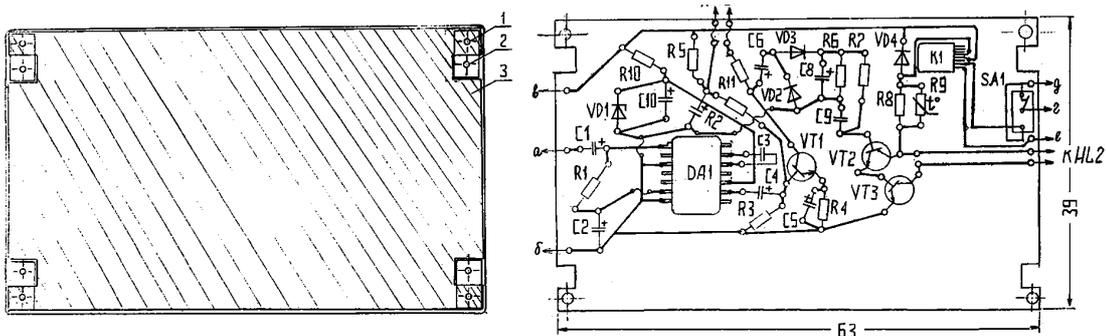

рис.2
**Конструкция.** В соответствии с рис.2 изготавливают печатную плату из одностороннего фольгированного гетинакса. Связь приставки с диктофоном осуществляется проводом МГТФ-0,14. Для этого следует в соответствующие точки печатной платы приклепать медные или посеребренные монтажные стойки. После окончательной настройки платы ее печат-